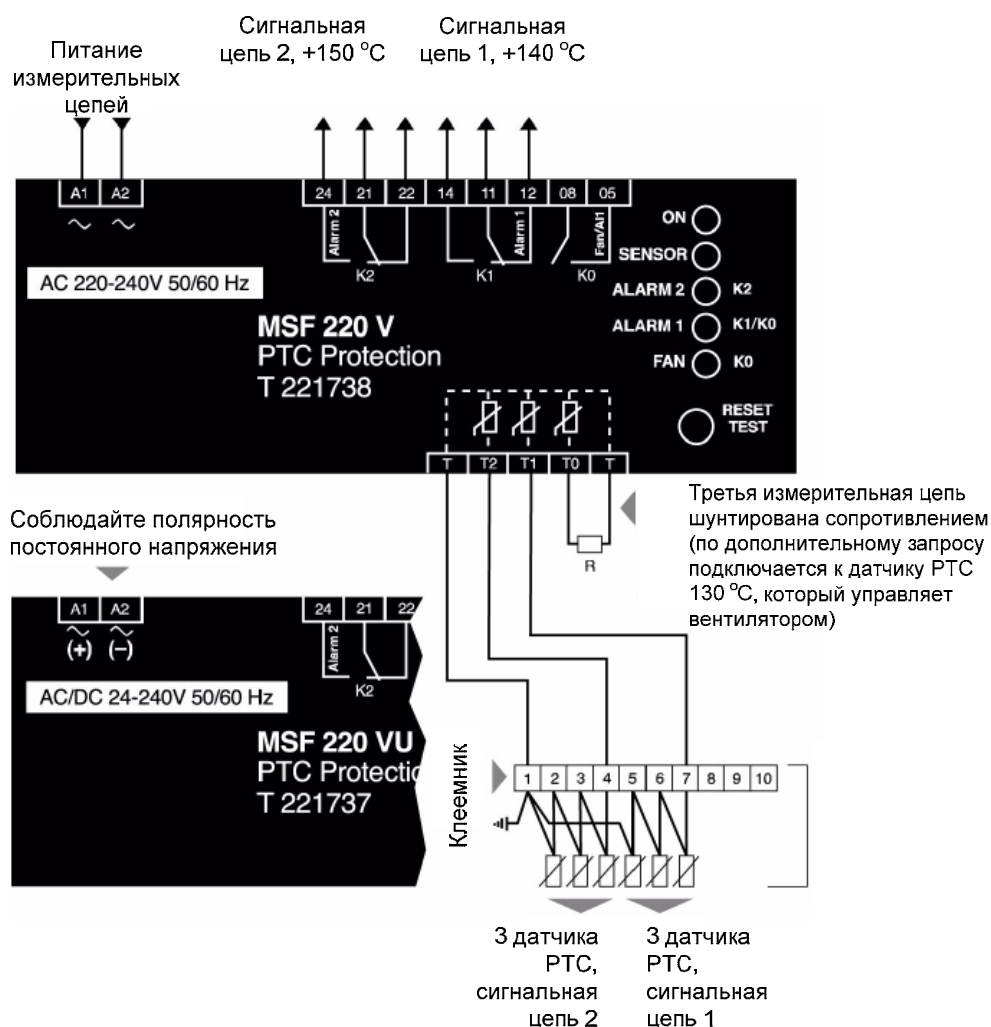

Рис.1.9. Принципиальная схема Z-преобразователя.
1.2.1.3. Сигнальные цепи (см. рис.1.9) контролируют изменение сопротивления датчиков PTC. При резком возрастании температуры, сигнал из цепи 1 (или цепи 2) выдаётся на 2 независимых выходных реле с перекидными контактами; о срабатывании этих реле сигнализируют 2 светодиода. Третья измерительная цепь шунтирована сопротивлением R, установленным снаружи
В случае заказа Z-преобразователя, к стандартной версии тепловой защиты добавляется третья измерительная цепь датчиков РТС, которая подключается к Z-преобразователю вместо шунтирующего резистора (см. схему Z-преобразователя на рис.1.9).